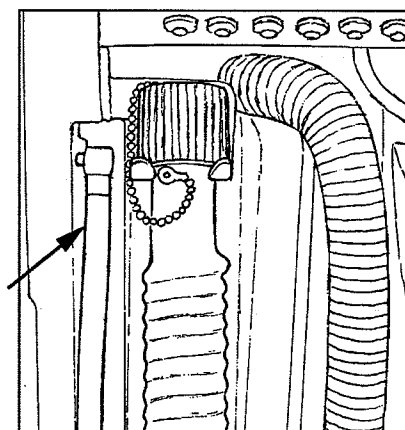
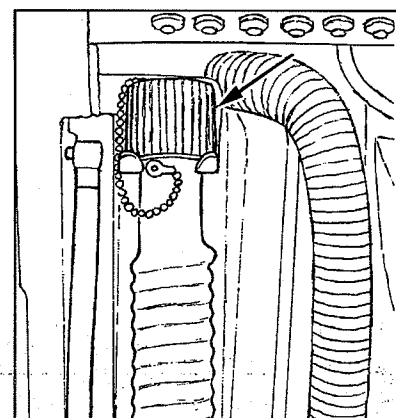

Figura 31
Figura 32
1. Vacíe el depósito de solución (figura 31) y el depósito de recuperación (figura 32). Para vaciar los depósitos, proceda así: